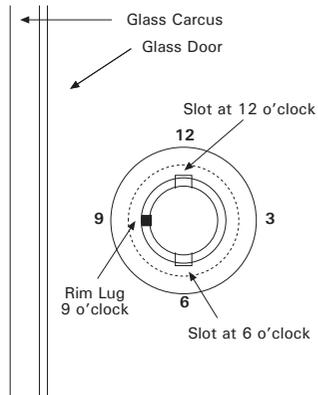
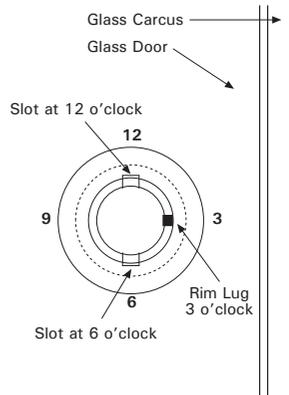
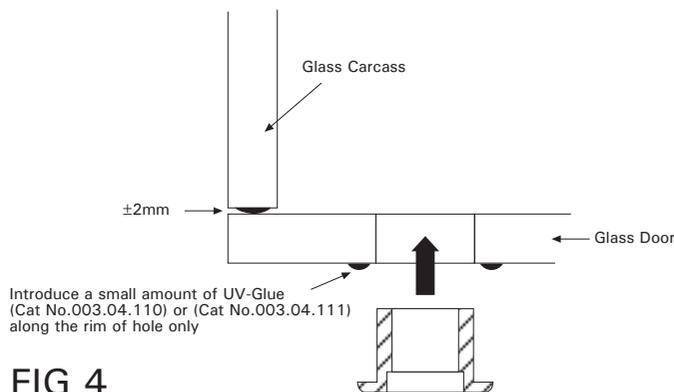

FIG 2
FIG 3
FIG 4
- 4a. **Left hand operation:** with the 2 slots down the bore of the cylinder housing in the **6 o'clock and 12 o'clock** position bond the housing to the glass with the lug on the rim of the cylinder housing in the **9 o'clock** position (see Fig.2). Apply UV-Glue (Cat No.003.04.110) or (Cat No. 003.04.111) (see Fig.4 & 5).
- 4b. **Right hand operation:** same procedure as 4a, but bond the housing to the glass with the lug on the rim of the cylinder housing in the **3 o'clock** position (see Fig.3). Apply UV-Glue (Cat No.003.04.110) or (Cat No. 003.04.111) (see Fig.3).
- 4a. **Linksmontage:** Mit den 2 Nuten in der Mitte des Gehäuses in der **6.00 Uhr** und **12.00 Uhr** Position verkleben Sie das Gehäuse mit dem Zapfen am Rand des Zylindergehäuses auf **9.00 Uhr** (s. Abb.2). Verkleben Sie mit UV-härtendem Klebstoff (Art. Nr.003.04.110 oder 003.04.111) (s. Abb.3).
- 4b. **Rechtsmontierung:** Der selbe Vorgang wie 4a., nur wird das Gehäuse mit dem Zapfen auf **3.00 Uhr** positioniert verklebt (s. Abb.3). Verkleben Sie mit UV-härtendem Klebstoff (Art. Nr.003.04.110 oder 003.04.111) (s. Abb.4 & 5).